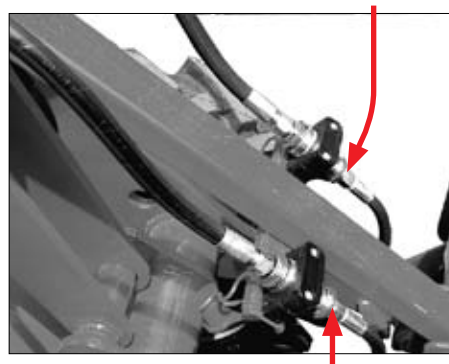

Fig. 42
3. Sæt hurtigkoblingerne på arbejdsværktøjet ind i de tilhørende tilslutninger på den ekstra hydraulik på løftekonstruktionen (Fig. 42).